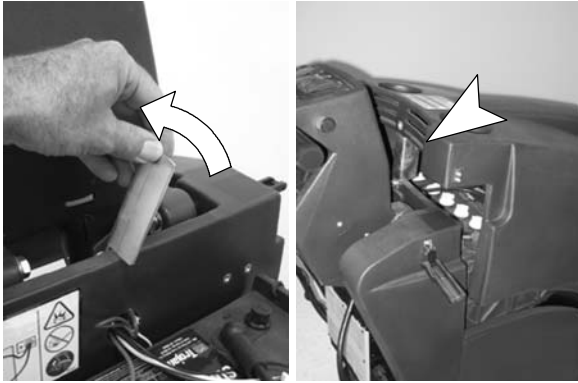

FIG. 24
6. Faites basculer la béquille d'appui du capot et laissez reposer le capot sur la béquille, afin de faciliter la ventilation (Figure 24).